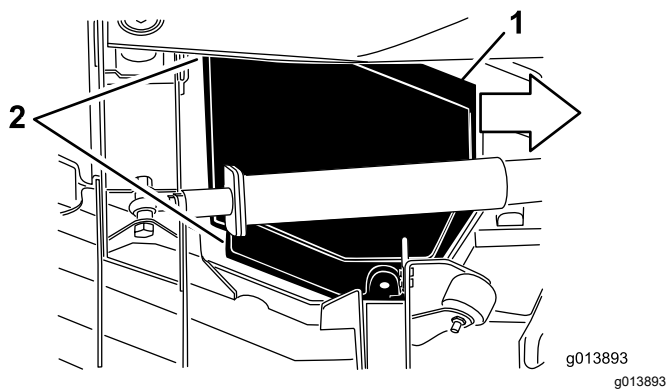

Figura 47
5. Mientras levanta la cubierta, deslícela aproximadamente 2,5 cm hacia la unidad de tracción, para separar el borde exterior de la carcasa (Figura 47).